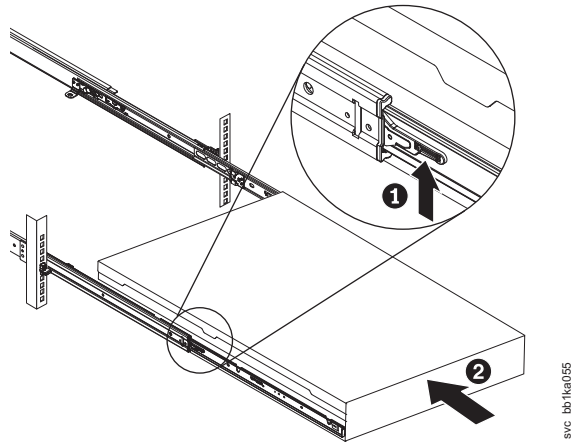

図 87. ラックのスライド・レールの ロック・レバーを上げる
8. スライド・レール上のロック・レバー (120 ページの図 87 の **1**) を上げて、サーバー **2** を、所定の位置にカチッと音を立てて収まるまで、ラック内に完全に押し込みます。